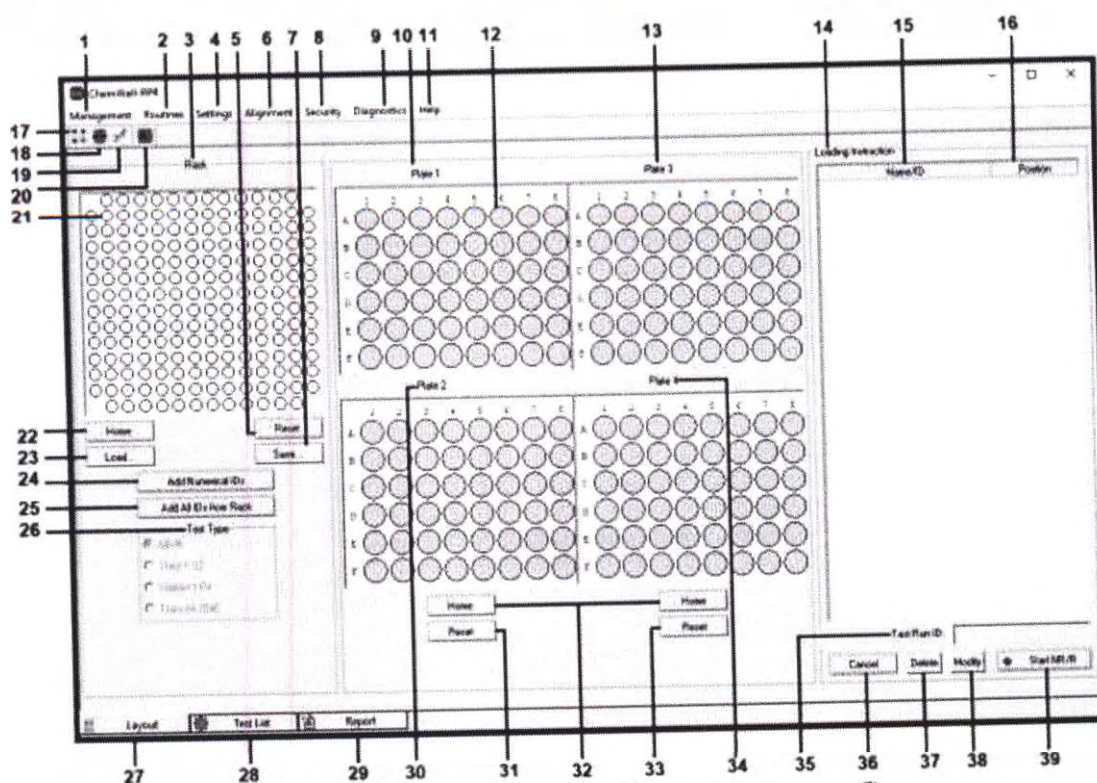

Рисунок 12. Вкладка «Layout» (Расположение проб).
- «Layout» (Расположение проб) (Рисунок 12);